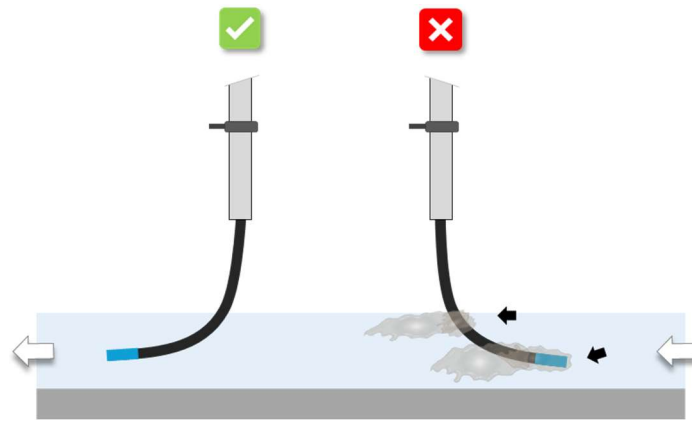

Figure 7 : Positionnement du NODE LM dans le flux.
- Le capteur doit être positionné dans le sens du flux afin de limiter l'accroche des macrodéchets (Figure 7).